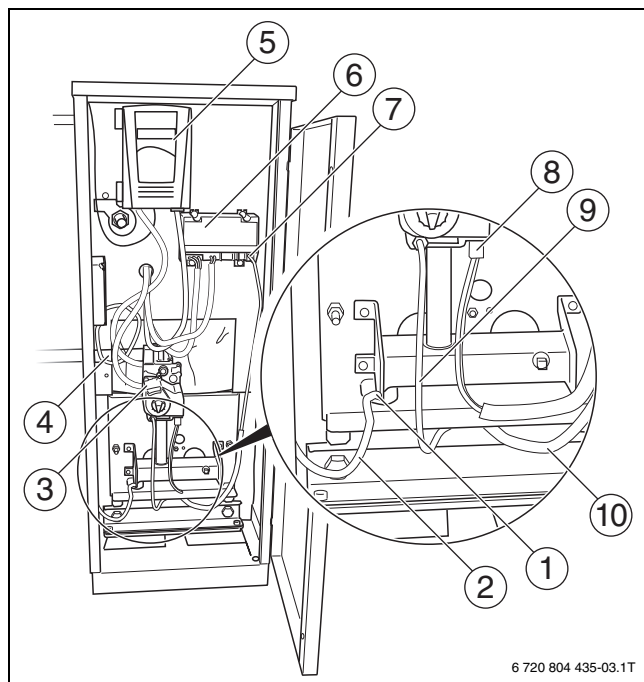

Fig. 3 Vue de face
- Retirer le câble d'allumage du module d'allumage (→ fig. 3, [6]).
- Retirer la fiche du câble située sous le bloc gaz (→ fig. 3, [3]).
- Marquer, puis retirer le câble du dispositif de sécurité contre la sortie de flamme (→ fig. 3, [2]).